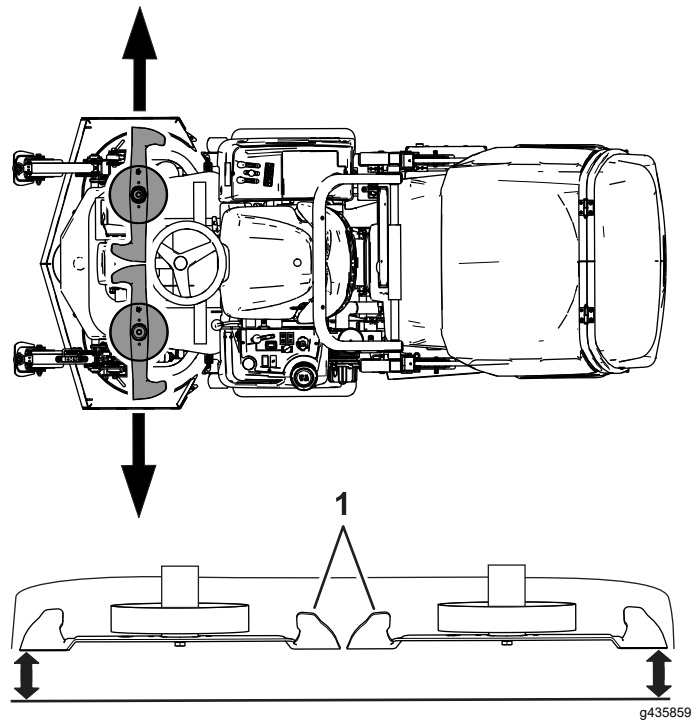

Bild 103
3. Stellen Sie ein seitliches Messer auf die äußerste Stellung (Bild 103).
4. Messen Sie den Abstand zwischen dem Boden und dem äußersten Punkt der Schnittkante des Messers (Bild 103).
5. Fluchten Sie das Seitenmesser an der anderen Seite des Mähwerks mit der äußersten Stellung aus (Bild 103).
6. Messen Sie den Abstand zwischen dem Boden und dem äußersten Punkt der Schnittkante des Messers mit einem Messklotz (Bild 103).
8. Messen Sie den äußersten Punkt der Schnittmesseranten (Bild 103).